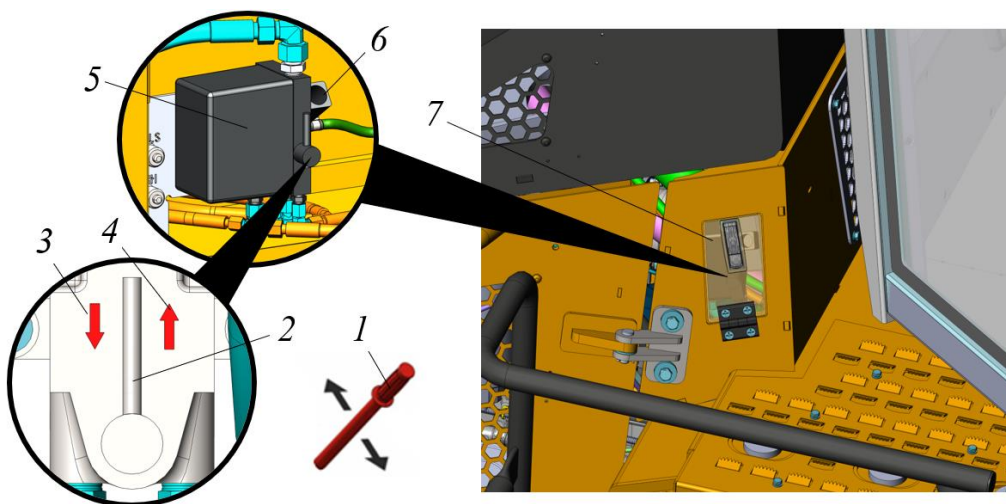
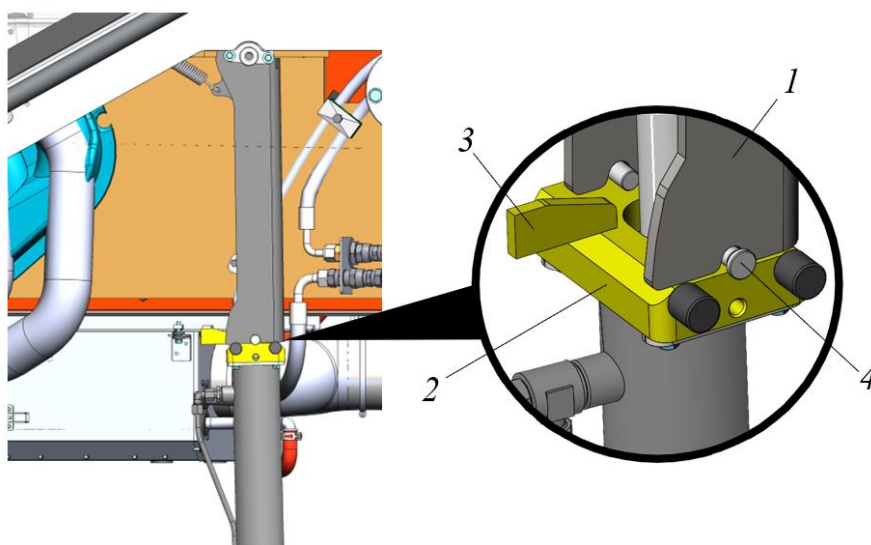

Рисунок 5.9. Гидравлический насос подъема кабины
Рисунок 5.11. Процедура подъема кабины оператора
- ▶ Открыть лючок 7, где расположены насосы подъема кабины, рис. 5.9.
- ▶ Раскрутить (ослабить) фиксатор 5 и за флажок 3 повернуть опору блокиратора 2 по часовой стрелке на 90 градусов, снова закрутить фиксатор 5. Флажок опоры блокиратора 3 должен занять позицию, как показано на рис. 5.11.
- Переместить флажок 2 на насосе в направлении вниз поз. 3, рис. 5.9.
- Качая рычагом 1 (рис. 5.9.) вверх и вниз опустить блокиратор поз. 1 до совмещения с опорой блокиратора 2 (рис. 5.11). При этом, выемка на блокираторе должна совместиться с фиксирующей втулкой поз. 4.